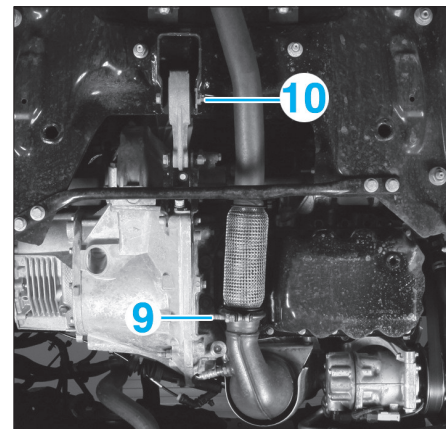

FIG. 57
- le collier d'échappement (9) sur le catalyseur (Fig.57).
- la vis (10) de la biellette anticouple moteur.